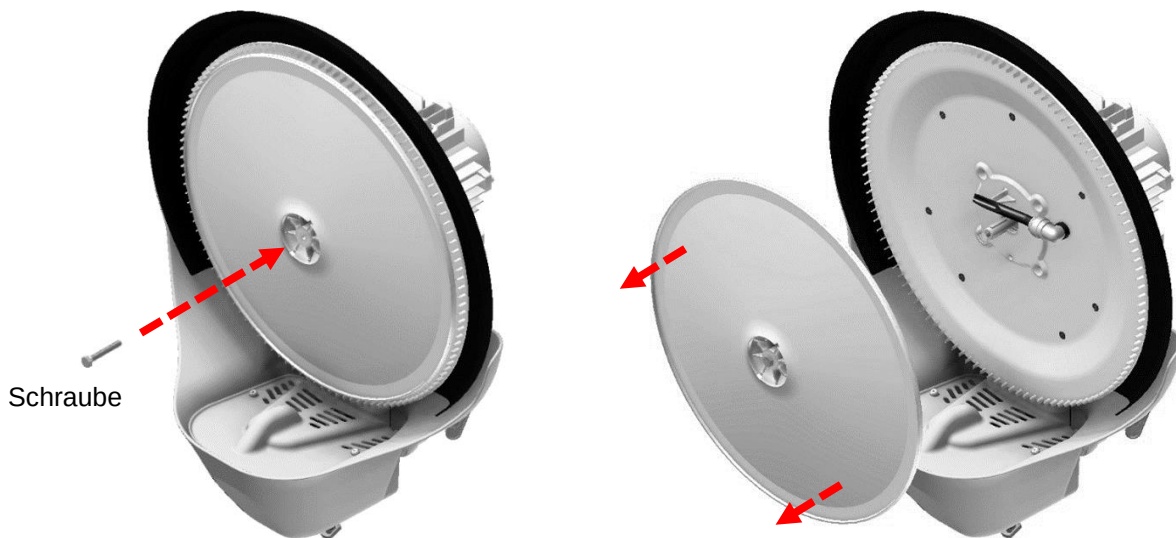

Abb. 4.4.3 Abb. 4.4.4
- Setzen Sie die mitgelieferte Schraube M8x40 in das zentrale Loch der Drehscheibe ein (Abb. 4.4.3).